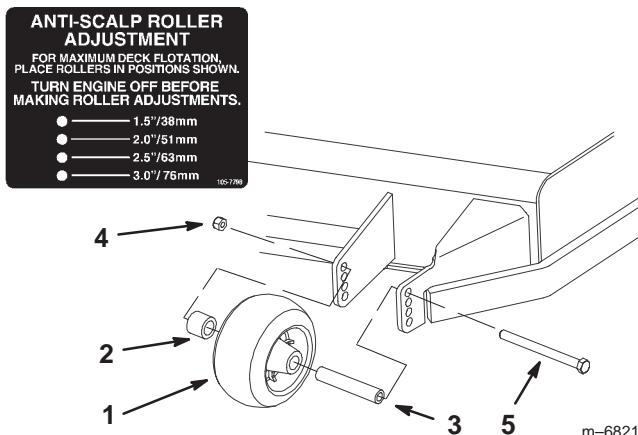

Figure 19
- Après avoir réglé la hauteur de coupe, réglez les rouleaux en retirant l'écrou à colerette, la bague, l'entretoise et le boulon (Fig. 19).
- Choisissez le trou pour que le galet de protection se trouve le plus près possible de la hauteur de coupe correspondante voulue (Fig. 19).
- Posez l'écrou à colerette, l'entretoise, la bague et le boulon. Serrez à 54–61 Nm (40–45 pieds-livre) (Fig. 19).